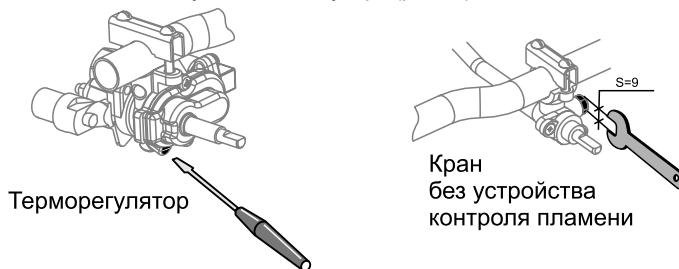

Рис.11
При переводе плиты на другой вид газа после замены сопел горелок необходимо отрегулировать ВМР. Для этого необходимо зажечь горелку, закрыть дверцу и прогреть духовку в течение 15...20 минут. Вращая ВМР, добиться минимального, но устойчивого пламени горелки (длина пламени должна составлять 4...6 мм) (рис. 11). Правильность настройки проверяется быстрым поворотом ручки крана из положения «максимальное пламя» в положение «малое пламя». Пламя при этом не должно гаснуть.
- с помощью рожкового ключа ($S=9$ мм) отвернуть ВМР и заменить, затянув ключом до упора (рис.11).